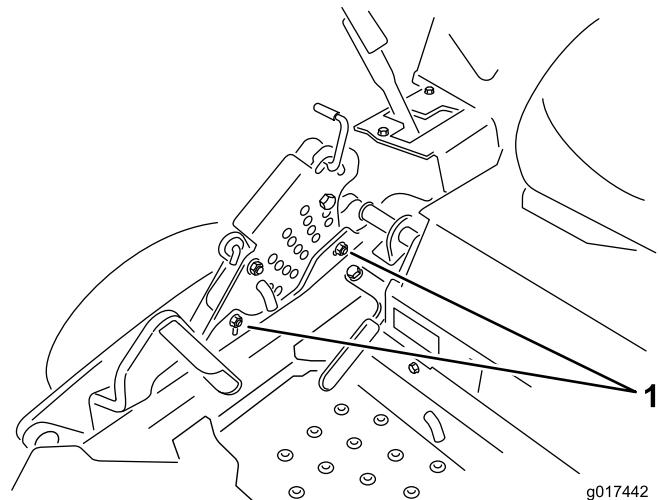

Bild 72
12. Zum Einstellen der zentralen Einstellung lösen Sie die zwei Schrauben unten an der Schnithöhenplatte. Siehe Bild 72.
- Ziehen Sie die Schrauben unten an der Schnitthöhenplatte an (Bild 72). Ziehen Sie sie auf 37 bis 45 Nm an.